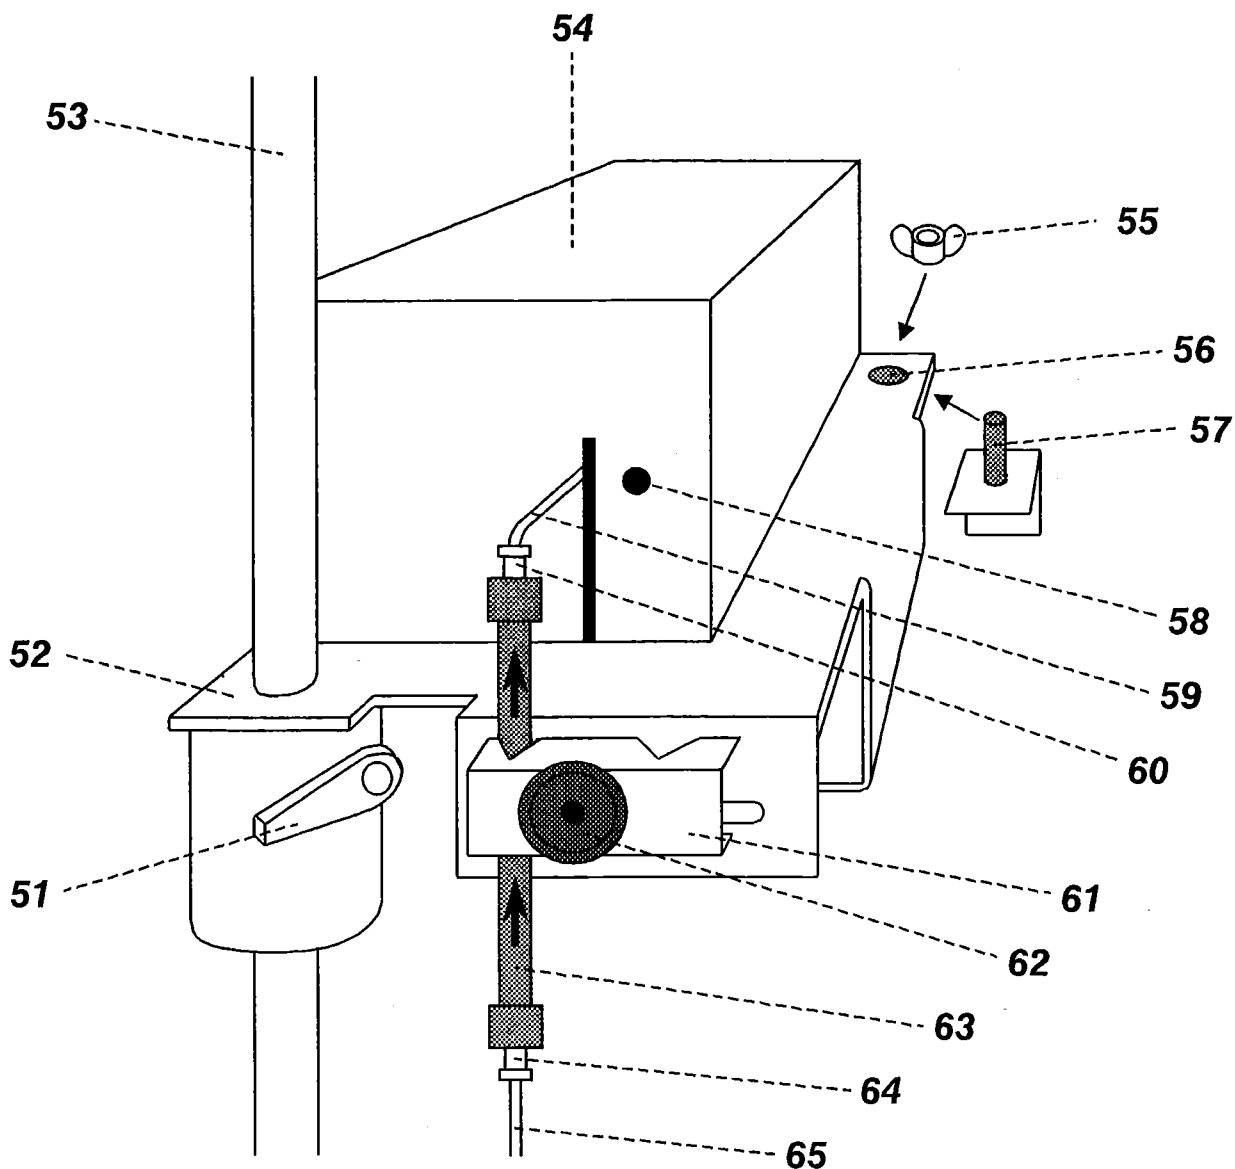
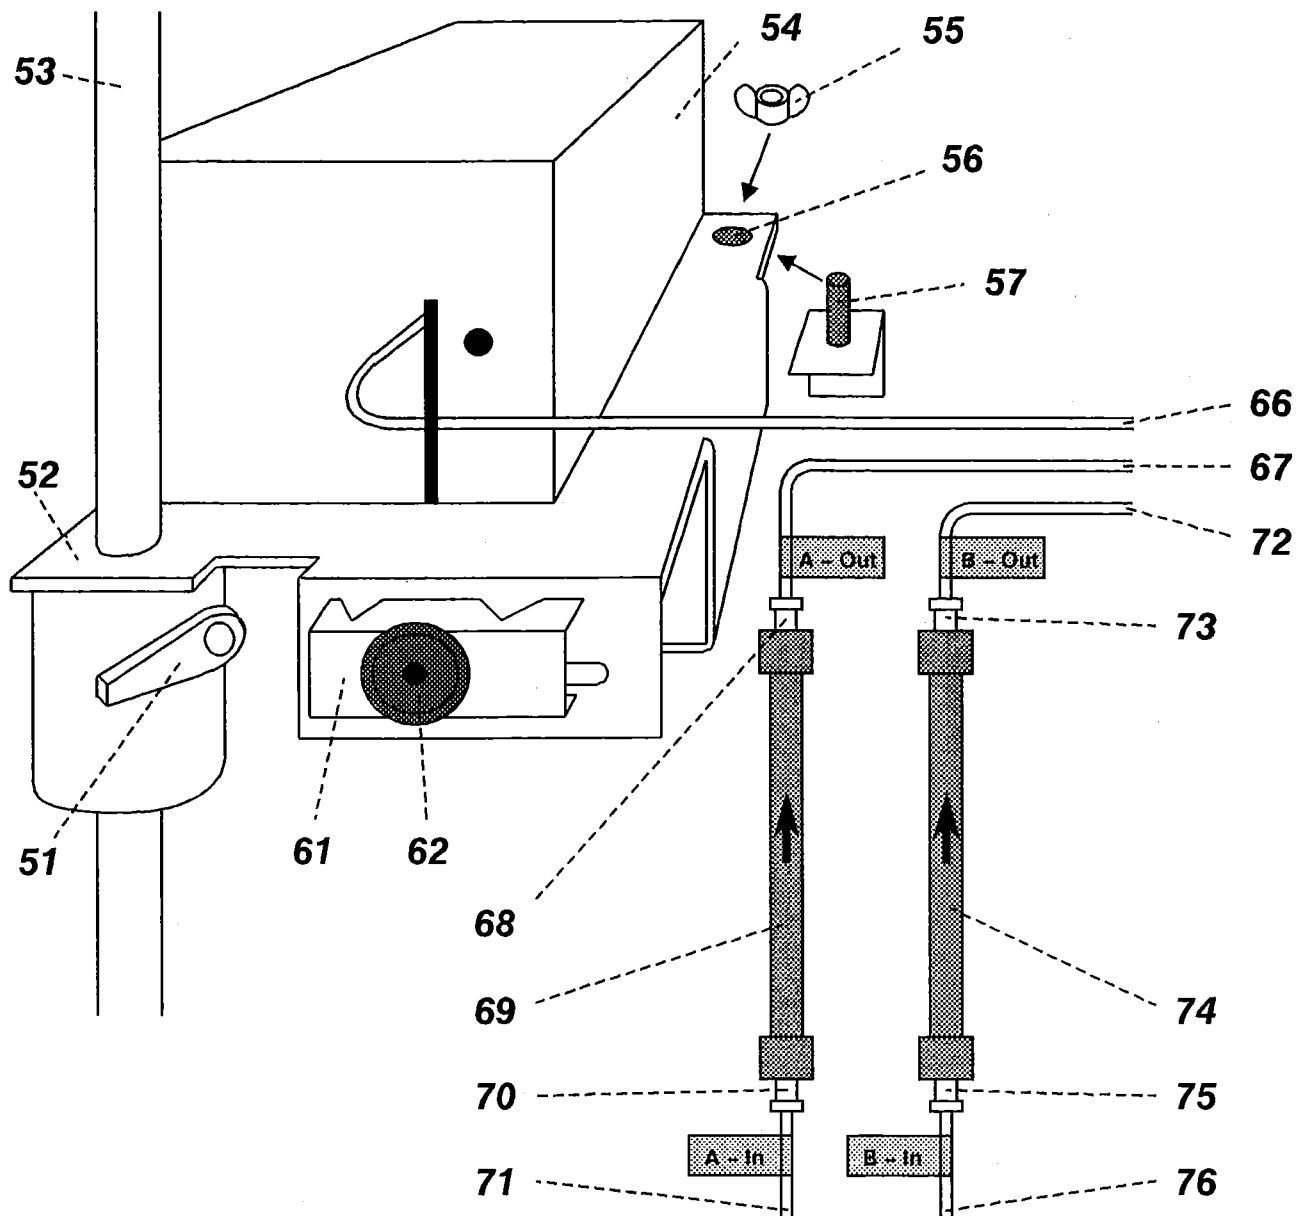

Fig. 13: Détecteur et raccord pour la colonne aux Chromatographes ioniques 690.0010 et 690.0020
Fig. 14: Détecteur et raccords pour les colonnes au Chromatographe ionique 690.0030
Avant de mettre en place la colonne de séparation, remplir d'éluant la connexion entre la Pompe CI 697 et le Chromatographe ionique 690 jusqu'au bout du capillaire (65) (voir Fig. 13) et la rincer:
- 1▶ Tourner le bouton (14) à la face avant de l'appareil en position "Inject".
- 2▶ Enclencher la pompe et refouler l'éluant, jusqu'à ce qu'il sort au bout du capillaire (65).
- 3▶ Placer un bécher sous le bout du capillaire (65).
- 1▶ Pousser brièvement vers le bas la touche (34) à la face avant de l'appareil. La lampe témoin rouge (33) indique que la vanne d'injection se trouve en position "Inject".
Avant de mettre en place les colonnes de séparation, remplir d'éluant la connexion entre les deux Pompes CI 697 et le Chromatographe ionique 690 jusqu'au bout des capillaires (71) et (76) (voir Fig. 14) et les rincer:
- 1▶ Pousser brièvement vers le bas la touche (34) à la face de l'appareil. La lampe témoin rouge (33) indique que la vanne d'injection **A** se trouve en position "Inject".
- 2▶ Enclencher la pompe **A** et refouler l'éluant, jusqu'à ce qu'il sort au bout du capillaire (71).
- 3▶ Placer un bécher sous le bout du capillaire (71).
- 1▶ Pousser brièvement vers le bas la touche (41) à la face de l'appareil. La lampe témoin rouge (40) indique que la vanne d'injection **B** se trouve en position "Inject".
- 2▶ Enclencher la pompe **B** et refouler l'éluant, jusqu'à ce qu'il sort au bout du capillaire (76).
- 3▶ Placer un bécher sous le bout du capillaire (76).
- 2▶ Visser la précolonne au raccord (64) [resp. (70) ou (75)] de la connexion capillaire (65) [resp. (71) ou (76)] (entrée de l'injecteur) (voir Fig. 13 resp. Fig. 14).
Pour protéger le bloc de détection (54) monté à demeure sur la plateforme (52) dans l'enceinte pendant le transport, il est vissé au panneau arrière de l'appareil (voir Fig.13). Pour desserrer et ajuster le bloc de détection, procéder comme suit:
- 1▶ Devisser l'écrou à oreilles (55) (garder pour un renvoi éventuel).
- 2▶ Deserrer le levier de fixation (51) contre les aiguilles de la montre.
- 3▶ Amener la plateforme de levage (52) avec le bloc de détection (54) monté dessus à demeure à la hauteur voulue le long de la tige de support (53), puis la fixer en reserrant le levier de fixation (51).
La colonne est installée comme suit (voir Fig. 13):
La colonne **A** [colonne **B**] est installée comme suit (voir Fig. 14):